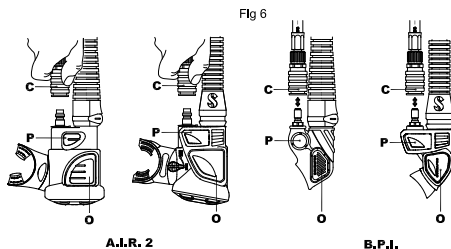

図6
クイック・ディスコネクト・カブラ付属(図6-C):
BCへ空気を取り込むためには、パワーインフレーションバルブ・ボタンを押してください。(図6-P)。空気がBCに入るはずですが、PIVボタンを繰り返し押ししたり離したりすることで、小刻みな給気を利用するとさらに給気コントロールがよくなります。
2. オーラルインフレーションバルブボタン(図6-O)を押し、十分排気しながら、息を吐き続けてください。